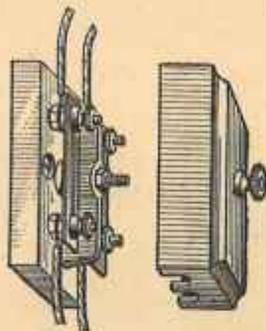
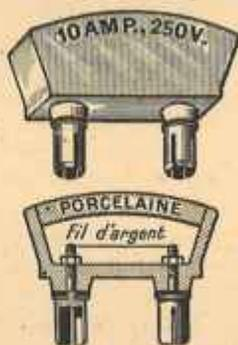

FIG. 45. — Un modèle peu recommandable de coupe-circuit.
FIG. 46. — Un modèle récent, dit « fusible calibré ».
36. Description et place des coupe-circuit. — Il existe un grand nombre de modèles : les plus anciens (fig. 45) sont vraiment trop primitifs; les derniers perfectionnements (coupe-circuit à fiche, fig. 46, ou à bouchon) sont maintenant exigés sur les nouvelles installations privées (ils se posent et se retirent comme une prise de courant, p. 79).
avec un seul couvercle. Enfin, l'ancien modèle de coupe-circuit *avec couvercle de porcelaine* (fig. 45) devrait être rejeté, car, les fusibles étant portés par la partie fixe, c'est, juché sur un marchepied et à la lueur d'une bougie qu'il faut remplacer les plombs; enfin, ce qui est plus grave, on risque l'électrocution si l'on oublie de couper l'interrupteur général ou si une autre personne rétablit la tension pendant qu'on se livre au serrage des boutons moletés.
réparation s'effectuera à loisir, loin de toute tension dangereuse (ce qui n'est pas le cas, répétons-le, pour le modèle de la figure 45).
Tous ces inconvénients sont supprimés avec les nouveaux modèles (comme celui de la fig. 46), lesquels trouvent leur meilleure place à côté du groupe de commande (fig. 36, p. 45). Chaque coupe-circuit sera accompagné d'une étiquette explicite. La dépense est un peu plus importante: tout appareil qui a sauté sera remplacé par un neuf, et l'utilisateur doit prévoir, en conséquence, une réserve suffisante, qu'il conservera au voisinage des coupe-circuit en service.